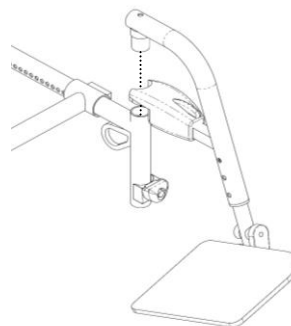

Figure 25 - Retirer l'appui-pied
3. Une fois escamoté, tirer l'appui-pied vers le haut pour le retirer (figure 25).